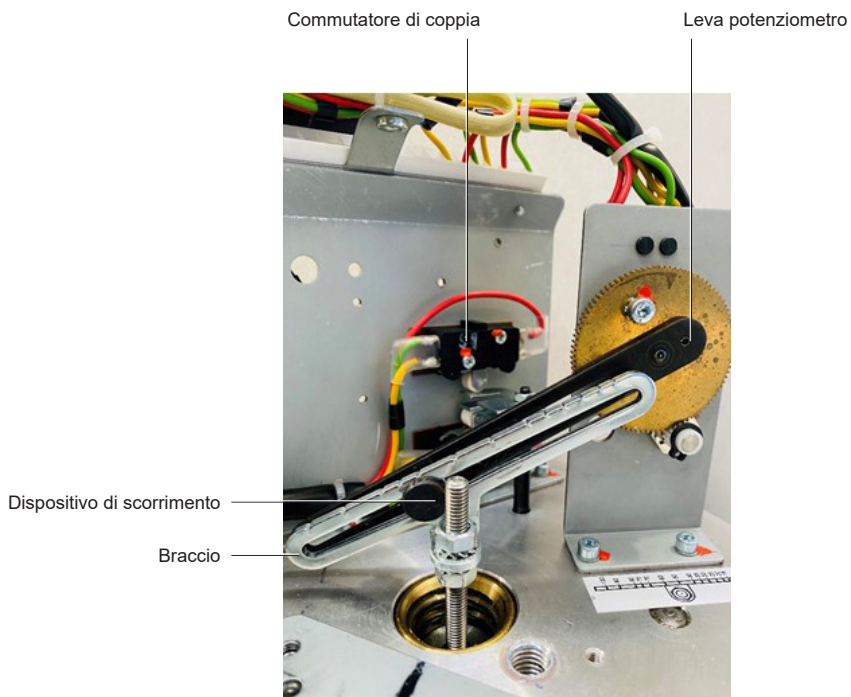

Fig. 30 Disposizione del braccio dell'AEL7 da 8 kN+
La corsa dell'attuatore Serie AEL7 da 8 kN può essere regolata con precisione soddisfacendo i requisiti della corsa della valvola: ad esempio, quando la spinta dell'attuatore potrebbe danneggiare la valvola. Si può controllare con l'interruttore di corsa S3. L'aumento o la diminuzione della corsa influirà sulla risoluzione del potenziometro. Per assicurare il mantenimento della risoluzione il potenziometro è controllato dal braccio e dal dispositivo di scorrimento (Fig. 30).
- Il braccio e la leva del potenziometro devono essere paralleli (Fig. 30)